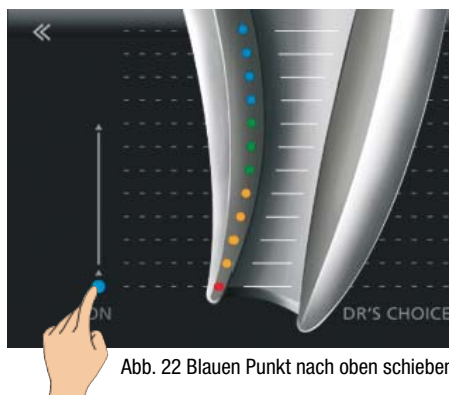

Abb. 22 Blauen Punkt nach oben schieben
- Legen Sie Ihren Finger auf den blauen Punkt und ziehen Sie ihn zur gewünschten Position im apikalen Abschnitt (Abb. 22).